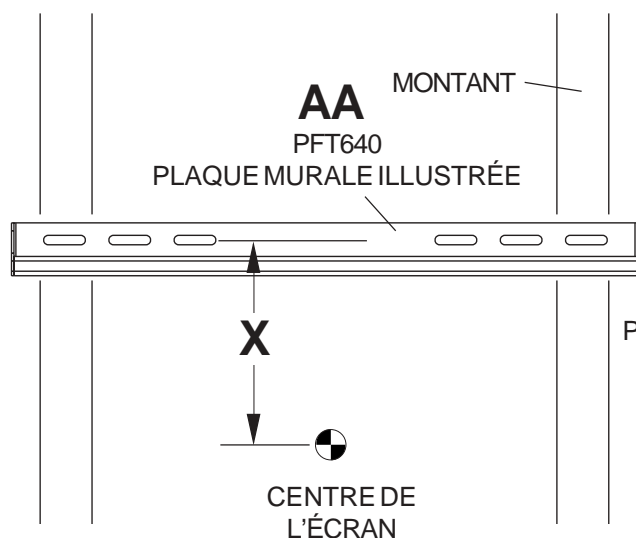

fig. 1.1
**1** La plaque murale (**AA**) peut être montée sur deux montants espacés de 40 cm (16 po). Utilisez un localisateur de montants pour repérer les bords des montants. L'usage d'un localisateur bord à bord est fortement conseillé. En fonction de leurs bords, tracez une ligne verticale le long des centres des montants. Utilisez la plaque murale comme gabarit et placez-la sur le mur. Les fentes de montage supérieures doivent se trouver au-dessus du centre souhaité de l'écran, comme illustré à la figure 1.1. **Remarque :** l'inclinaison de l'écran détermine l'emplacement de la plaque murale. Mettez la plaque de niveau et marquez le centre des deux trous de montage. Assurez-vous que les trous de montage se trouvent sur les axes des montants. Percez deux trous de 1,25 cm (1/2 po) dans la cloison sèche et les montants métalliques. **Remarque :** il peut être nécessaire de percer des avant-trous de 0,3 cm (5/32 po) avant de percer des trous de 1,25 cm (1/2 po).